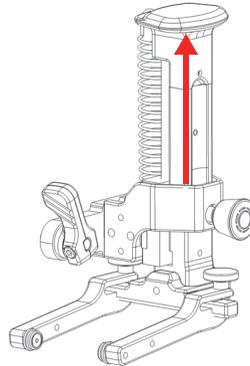

図 3-2 レールをロック位置にスライドさせる
2. 取り付けを容易にするには、SLA レールをロック位置に達するまで上方にスライドし、プローブホルダーの位置を高くします（67 ページの図 3-2）。